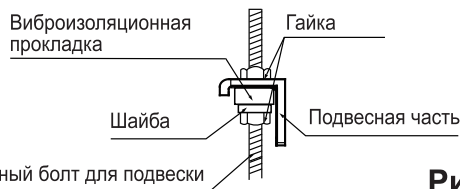

Рис. 4.9
- Навесьте внутренний блок на подвесные монтажные болты. Внутренний блок должен быть выровнен в параллельной плоскости, чтобы исключить течи (см. рис. 4.9).